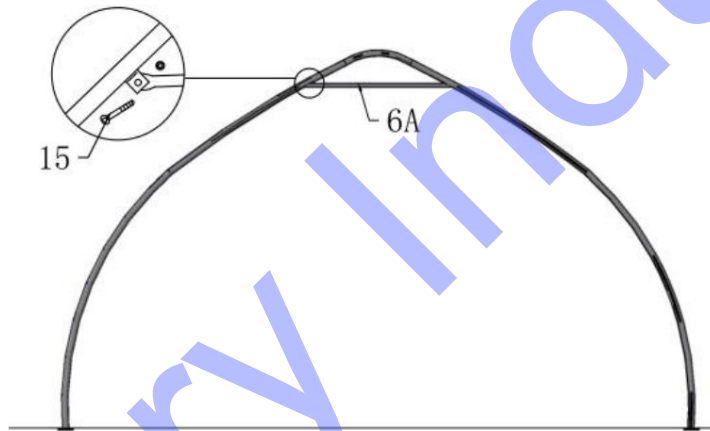

Figure 4
2. Comme indiqué sur la figure 4, fixez le tube de support de toit (n° 6A) à l'aide du boulon M10x20 mm (n° 15).